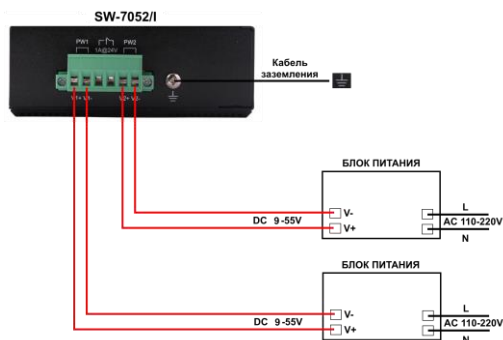

Рис.7 Схема подключения блоков питания к клеммной колодке коммутатора SW-7052/I
3. Во избежание электромагнитных наводок нужно заземлять коммутатор SW-7052/I (Рис. 7)